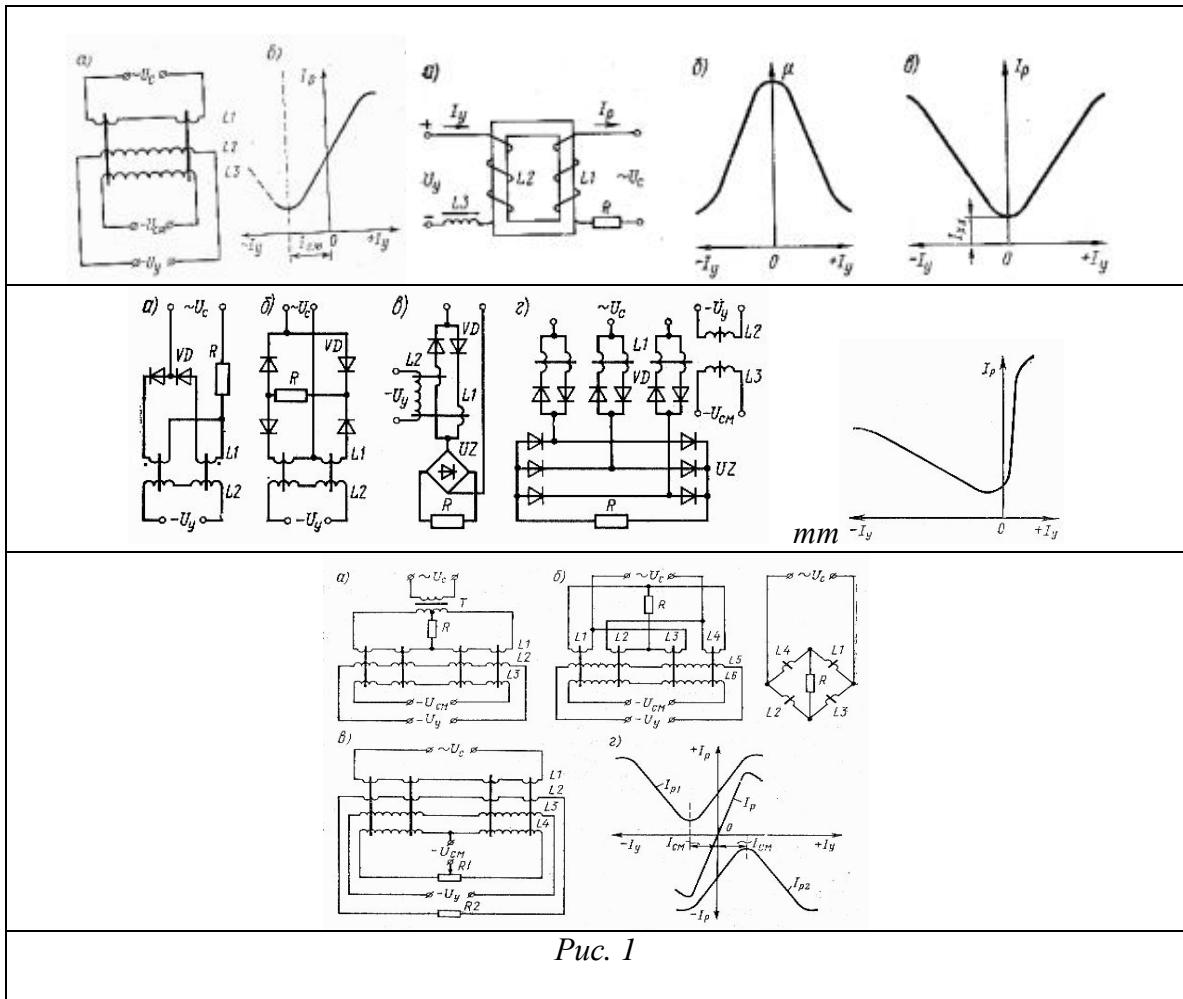

Рис. 1
- Указать состав магнитных усилителей (рис. 1), объяснить принцип работы МУ, рабочая характеристика. Виды магнитных усилителей, обратные связи, применение МУ в ЭП